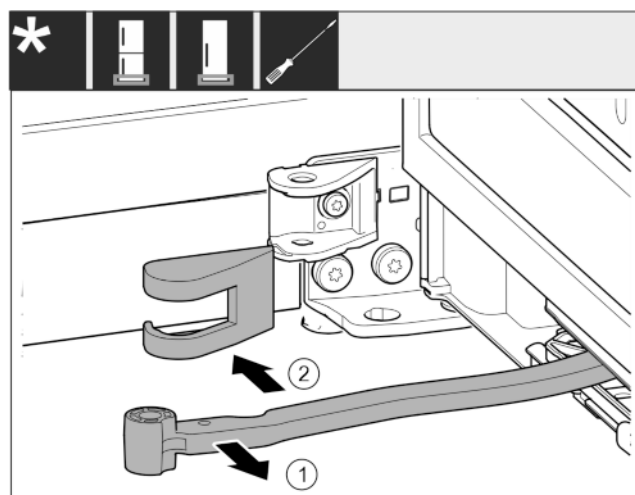

Fig. 13
- ▶ Kĺb otočte v smere dverí. Fig. 13 (1)
- ▶ Vyberte kryt ložiskovej konzoly. Fig. 13 (2)